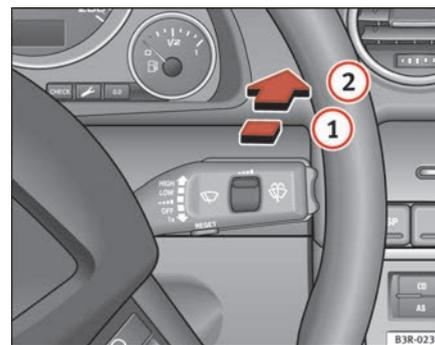

Fig. 102 Palanca del limpiaparabrisas
- Desplace la palanca del limpiaparabrisas hacia adelante hasta el encastre ⇒ **fig. 102** **1**. El limpialuneta debe accionarse a intervalos de 4 segundos.